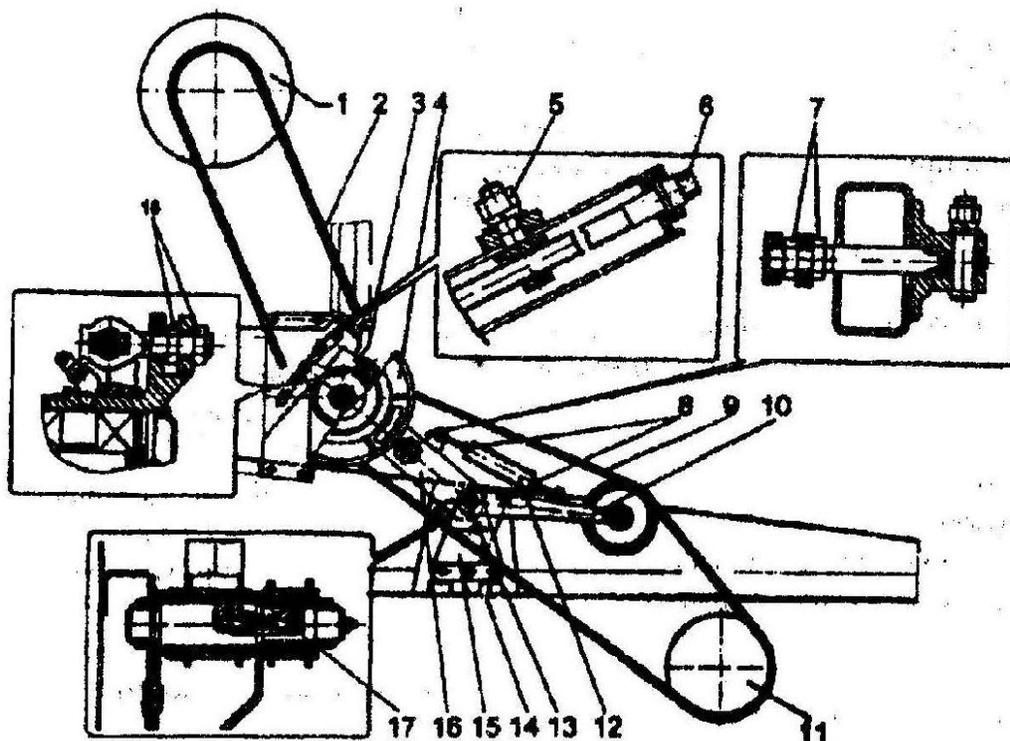

Рис. 59. Вариатор скорости движения:
2) ослабьте гайку 5 (рис. 59);